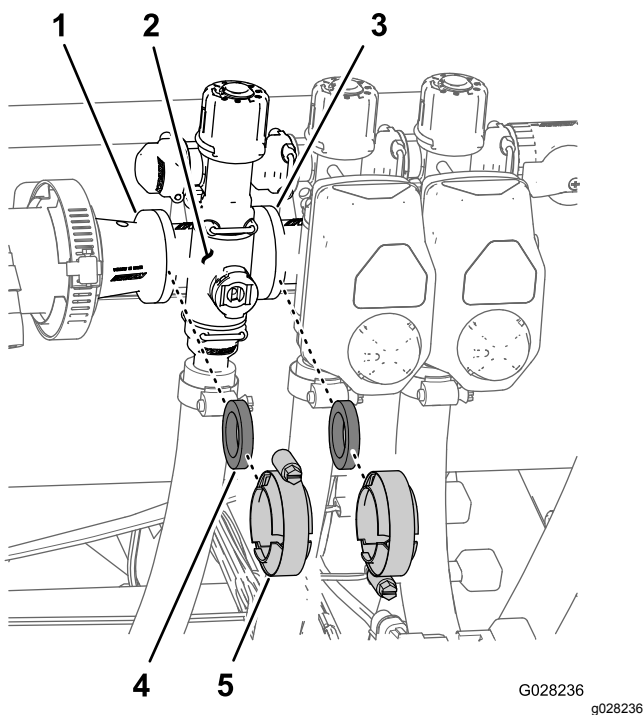

Рисунок 116
1. Снимите хомуты и прокладки крепления коллектора клапана секции (Рисунок 116) к примыкающему клапану секции (если это левый клапан секции, а также переходная муфта).